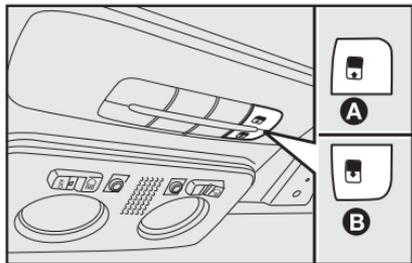

fig. 83
Acionar o botão **A-fig. 83** que permite três modalidades de abertura do vidro móvel (dianteiro).
Acionando o botão **A-fig. 83**, de completamente fechado, o vidro dianteiro passa à posição de spoiler; um segundo acionamento leva o vidro à posição de máximo conforto (menor ruído aerodinâmico); um terceiro acionamento levará o vidro à posição de máxima abertura. Depois do acionamento inicial de abertura, o vidro poderá ser parado em posição intermediária apertando novamente o botão.
Pressionando o botão **A-fig. 83**, de completamente fechado, o vidro anterior se move e para quando o botão **A-fig. 83** é novamente pressionado. Com pressões sucessivas do botão, sempre no mesmo intervalo de tempo, o vidro se moverá até alcançar a posição de máxima abertura. Esta função permite ao usuário posicionar o vidro dianteiro em posições intermediárias àquelas realizadas pela abertura automática.
Da posição de abertura em que se encontra, pressionar o botão **B-fig. 83** e, mantê-lo pressionado por mais de meio segundo, o vidro anterior do teto solar se fechará automaticamente até a próxima posição. Pressionando novamente o botão **B-fig. 83** por mais de meio segundo, o vidro dianteiro se fecha completamente.
Assegurar-se que o vidro seja completamente fechado e, caso não ocorra o fechamento, acionar o botão **B-fig. 83** novamente.
- atuar no botão **A-fig. 83** e fechar completamente o teto solar através do procedimento manual;
- pressionar o botão **A-fig. 83** até que sejam ouvidos dois ruídos (“clac”);